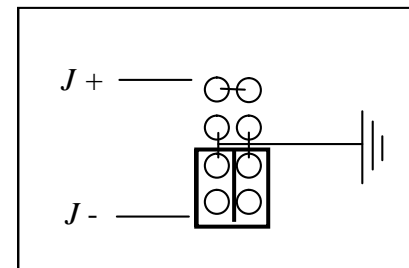

Рис. 5 Заземление минусовой клеммы
- 11.3 На основной плате возле отрицательной выходной шины найдите разъем заземления – см. рис. 5. Заводская установка переключки – заземление по минусовой клемме источника.